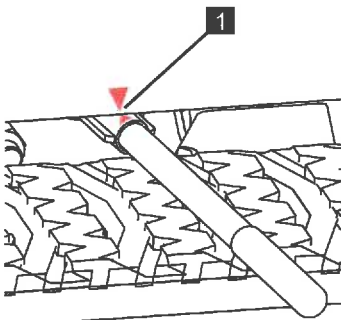

Abb. 132
9. Sicherstellen, dass die Verriegelung ordnungsgemäß eingerastet ist. Dazu muss sich der Handpumpenhebel soweit zurückgestellt haben, dass die beiden Pfeile (Abb.132/1) übereinanderstehen.